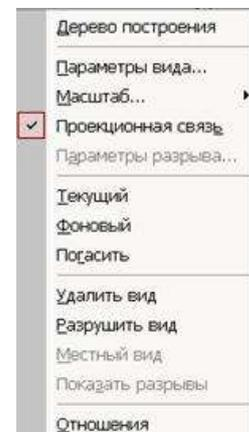

Рисунок 62 - Контекстное меню редактирования вида
2. Щелкнуть правой клавишей мыши внутри габаритной рамки для вызова контекстного меню (рис.62).